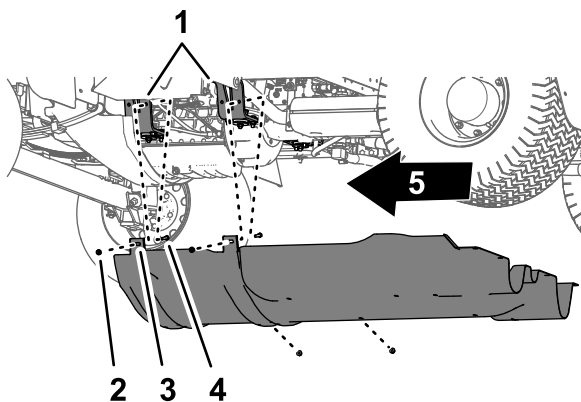

図 68
2. キャリッジ下シュラウドの取り付けタブをエンジン搭載ブラケットに固定しているボルトおよびキャリッジボルトのフランジロックナット5/16" 4個を取り外す 図 68。
4. キャリッジ下シュラウドを機体から取り外す 図 67 と 図 68。
1. キャリッジ下シュラウドを車体の下シャーシに合わせる 図 68 キャリッジ下シュラウドを取り外す (ページ 51) を参照。
2. エンジン搭載ブラケットのところで、ボルトとキャリッジボルトの上からキャリッジ下シュラウドの取り付けタブを入れる 図 68 キャリッジ下シュラウドを取り外す (ページ 51) を参照。
3. キャリッジ下シュラウドを、エンジン搭載ブラケットとボルトに組み付ける 図 68 ステップ 2 キャリッジ下シュラウドを取り外す (ページ 51) で外したフランジロックナット (5/16") 4個を使用する。